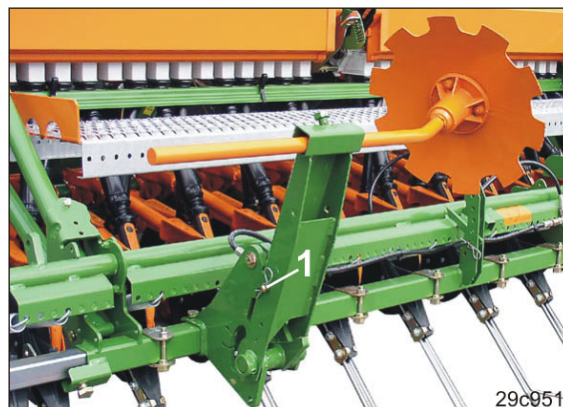

Fig. 100
1. Îndepărtați bolțul (Fig. 100/1).